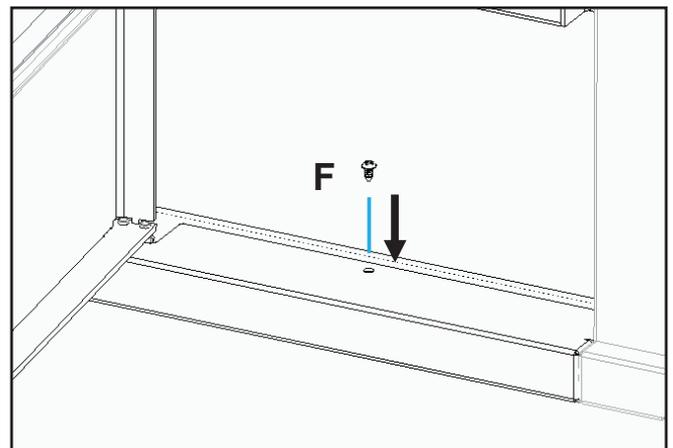

Figura 43 - Fijación de la pieza inferior Olive
l) Finalmente, fijar la parte inferior del equipo como se muestra en la Figura 43, abriendo la puerta y colocar la pieza de remate inferior en la base, alineando los agujeros del juego con el equipo y luego fíjelo con un tornillo **F** (DIN 7981 4,2 x 13) o tornillo (ISO 3780 M5x12).